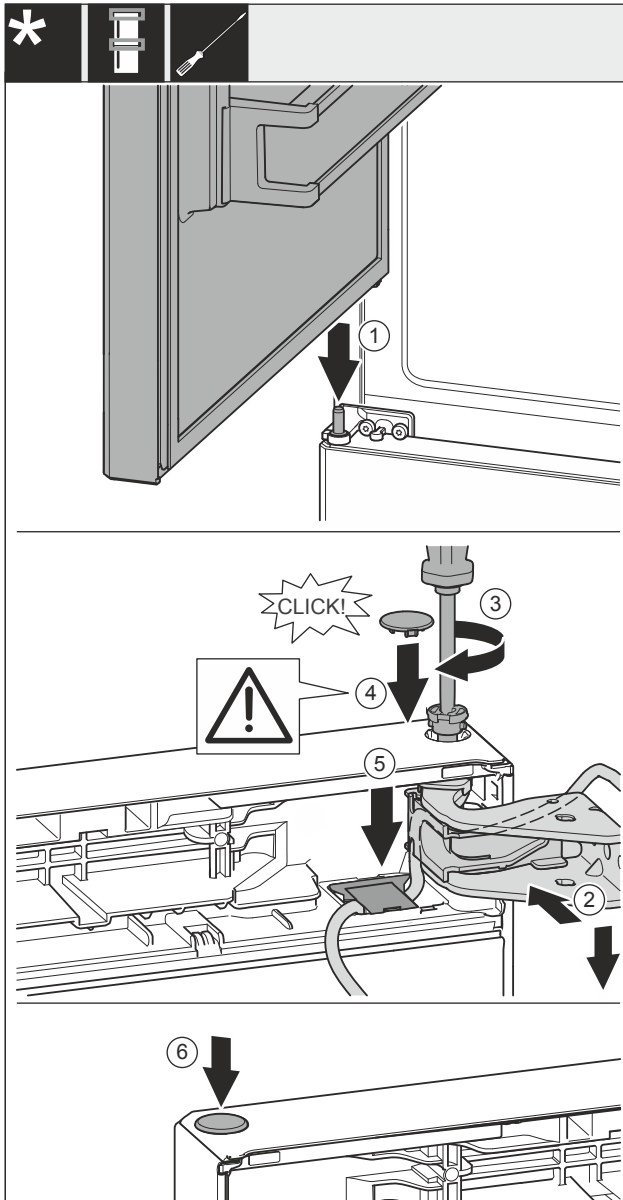

Fig. 38
- ▶ Helyezze rá a felső ajtót a középső csapszegre Fig. 38 (1).
- ▶ Igazítsa be az ajtót fent a csapágybak Fig. 38 (2) nyílásához.
- ▶ Helyezze be a csapszeget Fig. 38 (3), és húzza meg csavarhúzóval.
- ▶ Helyezze be a fedelet Fig. 38 (4).
- ▶ Ellenőrizze, hogy a fedél Fig. 38 (4) felfekszik-e az ajtóra.
- ▶ Helyezze be a fedelet Fig. 38 (5), és nyomja le, míg a helyére nem pattan.
- ▶ Helyezze be a fedelet Fig. 38 (6).